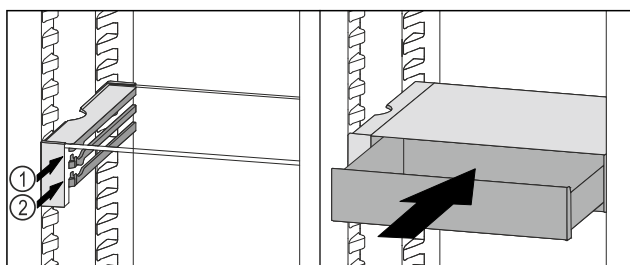

Fig. 54
- ▶ Установите выдвижной ящик VarioSafe за стопоры на требуемый выступ Fig. 54 (1) или Fig. 54 (2).